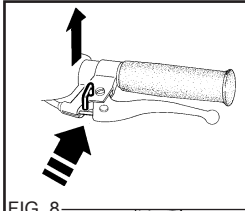

FIG. 8
- Débloquer le frein de stationnement (fig. 8)